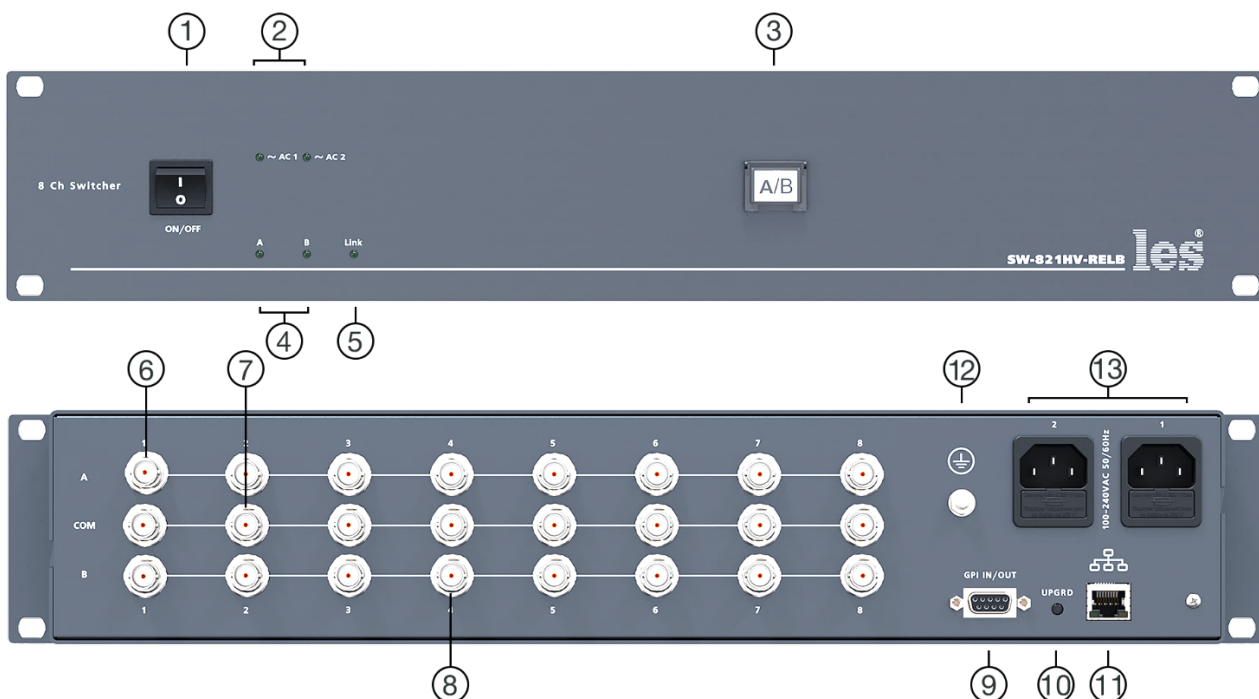

Рисунок 1
2. Подключите клемму заземления, расположенную на задней стенке, к общей шине заземления (рисунок 1, позиция 12).
5. Подключите шнуры питания к разъёмам IEC C14 (рисунок 1, позиция 13). Обратите внимание на то, что третий провод сетевого шнура используется для заземления корпуса (защитное заземление), которое рекомендуется делать единым для всего комплекса аппаратуры.
Земли входных и выходных разъёмов соединены вместе, присоединены к контакту PE блоков питания, корпусу прибора и клемме заземления (рисунок 1, позиция 12).
Для переключения входов - нажмите на кнопку «А/В», все каналы коммутатора переключатся, а светящийся на лицевой панели индикатор «А» или «В» (рисунок 1, позиция 4) будет указывать к какому входу подключен выход.
Все входы/выходы выведены на разъём DB9F «GPI IN/OUT» (рисунок 1, позиция 9), распиновка разъёма DB9F «GPI IN/OUT» показана на рисунке 2.